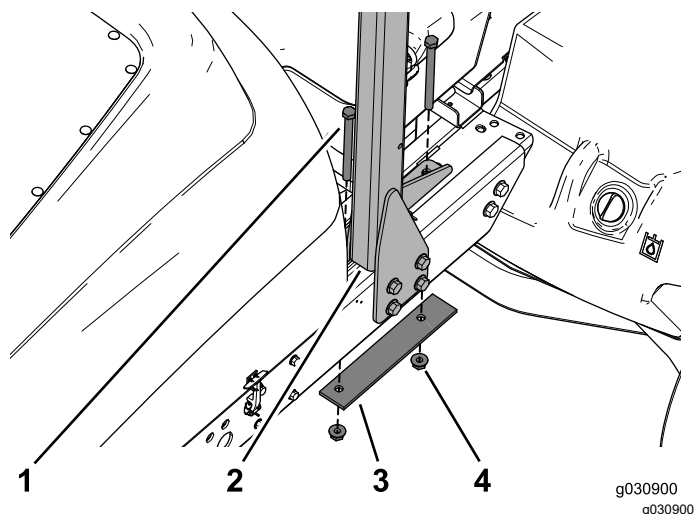

Figura 7
6. Aparte la pletina de refuerzo y el compartimento de la batería para que pueda retirar los 2 pernos, la pletina de refuerzo, y las 2 tuercas con arandela prensada que sujetan la barra antivuelco a la parte superior del bastidor (Figura 7). Apártelos.